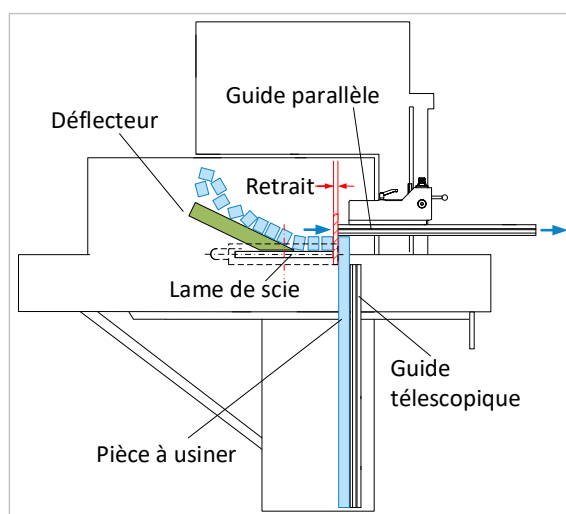

Figure 5 : fixer le déflecteur sur la table
- ➔ Pour cela, déplacer le guide parallèle vers l'arrière en direction du côté de l'utilisateur et le fixer de manière à ce qu'il y ait suffisamment d'espace libre entre le rail de guidage et le bord avant de la lame de scie pour le retrait (voir ⇨ Figure 5).
- ➔ Fixez en outre un déflecteur (voir ⇨ Figure 5) sur la table de la machine, afin que les petites pièces déjà sciées ne puissent pas être saisies par les dents montantes et projetées vers le haut.